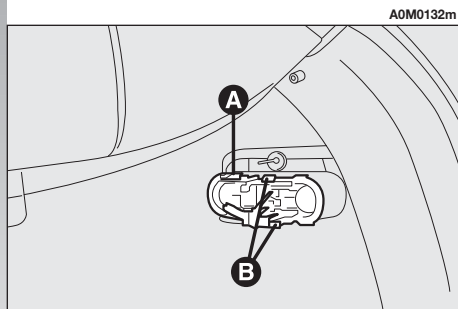

fig. 52
– Estrarre il gruppo portalampade (**A-fig. 52**) premendo sulle alette di ritegno (**B-fig. 52**).
– Reinserire il gruppo portalampade incastrando correttamente le alette di ritegno (**B-fig. 52**).